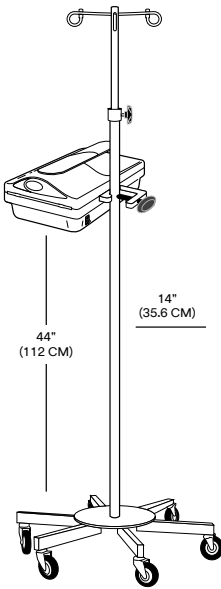

图 3
- 将 Ranger 输血/输液加热器连接到静脉输液架。牢固拧紧输液架夹具 (参见图 3)。